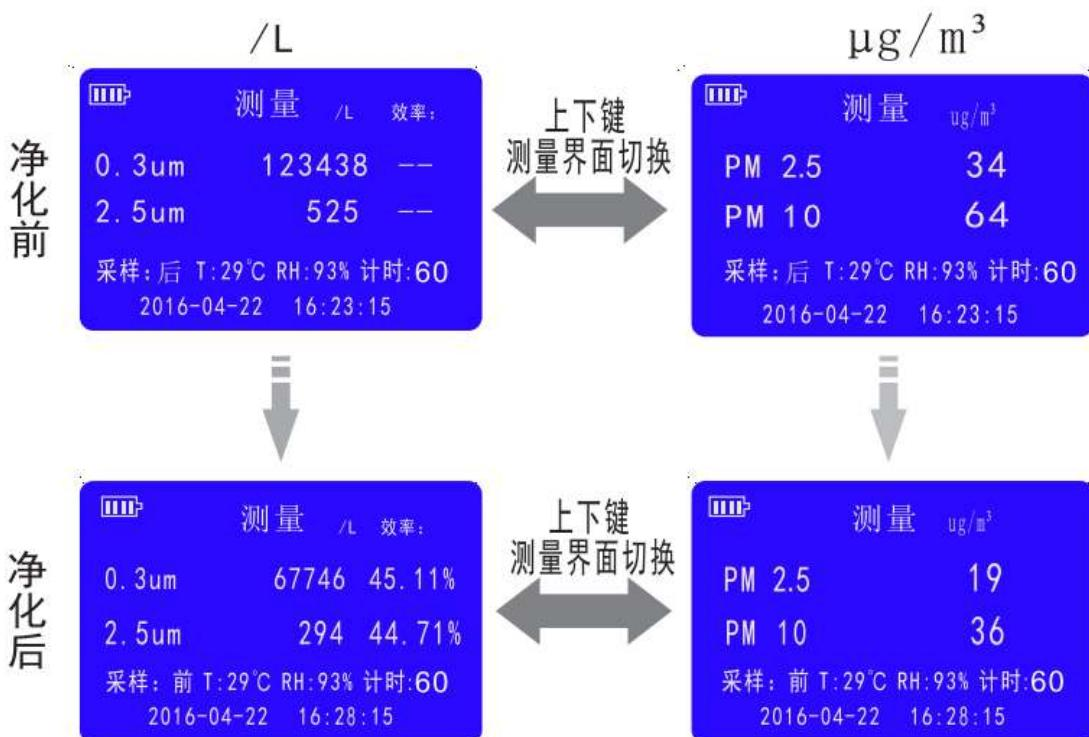

图 10 测量页面模式切换
- “RUN/STOP”: 选择空气净化机进风口前, 按此键启动 60s 采样前颗粒物数据后, 测量页面自动跳转到“采样: 后”, 选择空气净化机出风口, 再次按此键启动 60s 采样后颗粒物数据, 仪器自动计算保存净化效率。如需重复测量, 仪器自动跳转到“采样: 前”, 启动此按键。(如图 10)
- 模式切换: 通过“  ”、“  ”切换“/L”与“ug/m³”界面。(如图 10 所示)